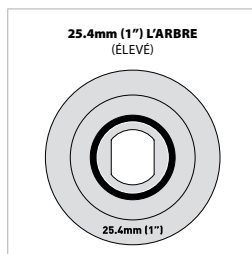

Fig. 40b
- Le centre-bride double face a un 25.4 mm (1") l'arbre élévation de l'anneau, indiquée par le cercle noir (**Fig. 40b**).